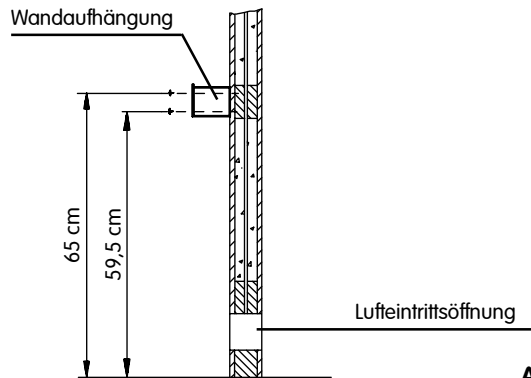

Abb. 3
1. Wandhalterung gemäß Abb. 3 + 4 mittig über der Lufteintrittsöffnung mit den beigefügten Spanplattenschrauben an der Kabinenwand festschrauben.